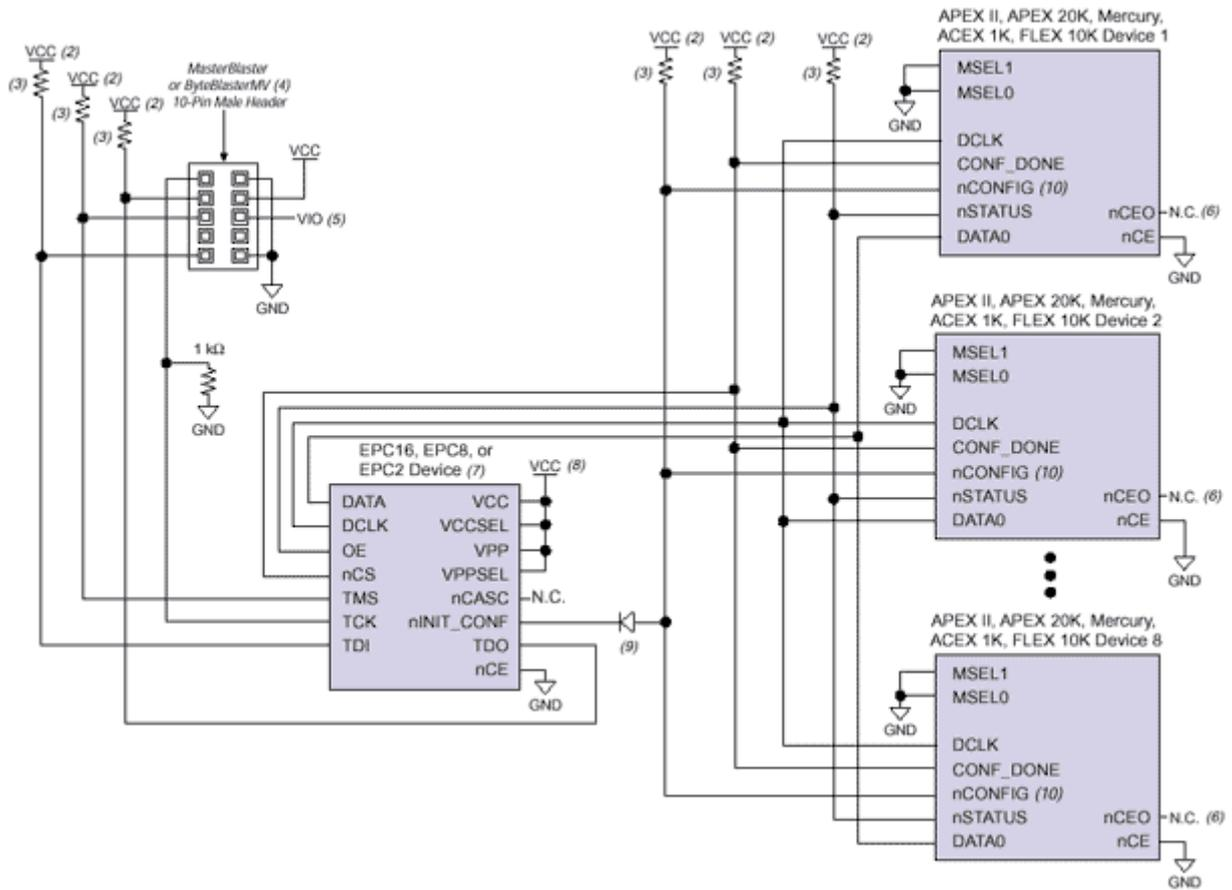

Рис. 37. Схема конфигурирования ПЛИС APEX II, APEX 20K, Mercury, ACEX 1K, FLEX 10K, и FLEX 6000, с помощью загрузочного кабеля и конфигурационной микросхемы
В данном разделе рассматривается конфигурирование микросхем APEX II, APEX 20K, Mercury, ACEX 1K, FLEX 10K, и FLEX 6000 с помощью различных схем конфигурирования на одной печатной плате (см. рис. 37).
8. Конфигурационная микросхема конфигурирует ПЛИС APEX II, APEX 20K, Mercury, ACEX 1K, или FLEX 10K. Соединения выводов микросхем EPC16, EPC8 или EPC2 с конфигурируемой микросхемой показаны на рис. 37. Для других конфигурационных микросхем эти выводы можно соединять соответственно.